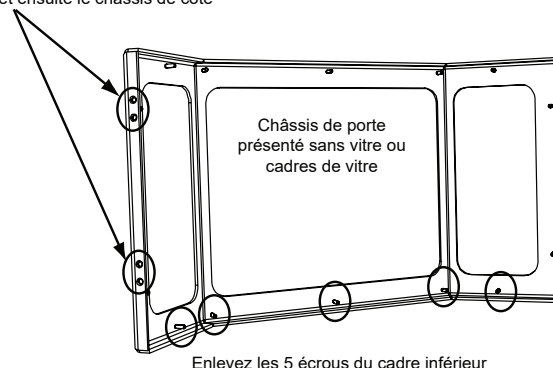

Figure 28.2
- b. À l'aide d'un conducteur à écrous, retirez les (5) écrous du bas et retirez le cadre en verre du bas (**Figure 28.2**).